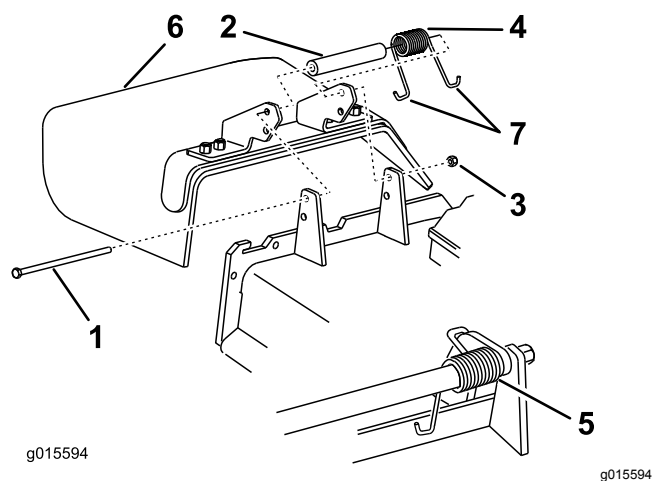

Figure 88
1. Retirez le contre-écrou, le boulon, le ressort et l'entretoise qui fixent le déflecteur aux supports de pivot (Figure 88).
2. Déposez le déflecteur d'herbe s'il est endommagé ou usé (Figure 88).
Remarque: Prenez soin de placer une extrémité en J du ressort derrière le bord du plateau avant de mettre le boulon en place, comme montré à la Figure 88.
- Accrochez 1 extrémité en J du ressort au déflecteur d'herbe (Figure 88).